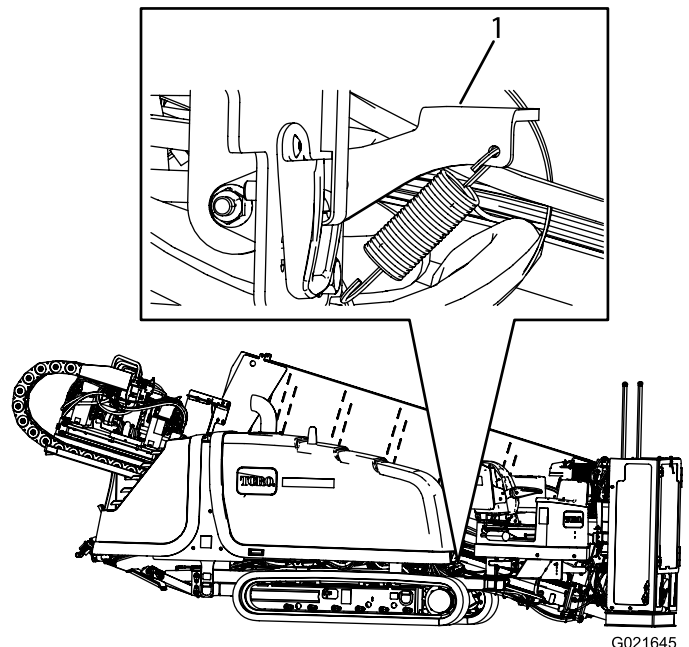

Bild 58
2. Drücken Sie den Riegel der Haube nach unten, wie in Bild 58 abgebildet.